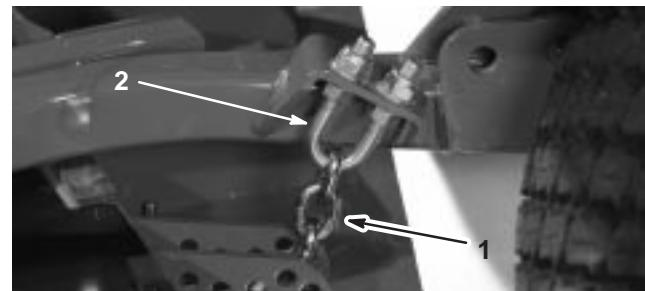

Figure 12
5. Enlevez la goupille fendue et l'axe de chape qui fixent les chaînes de hauteur de coupe à l'arrière du plateau de coupe central (Fig. 12).